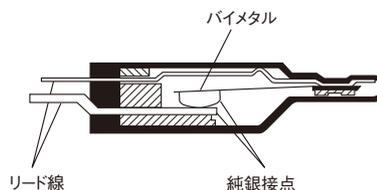

図6 サーマルプロテクタの構造
取付寸法 □70~□90mm のモーターは自動復帰型のサーマルプロテクタが内蔵されています。サーマルプロテクタの構造を図6に示します。
- (5) JIS C 0920, (2003), p.26, 付図 6